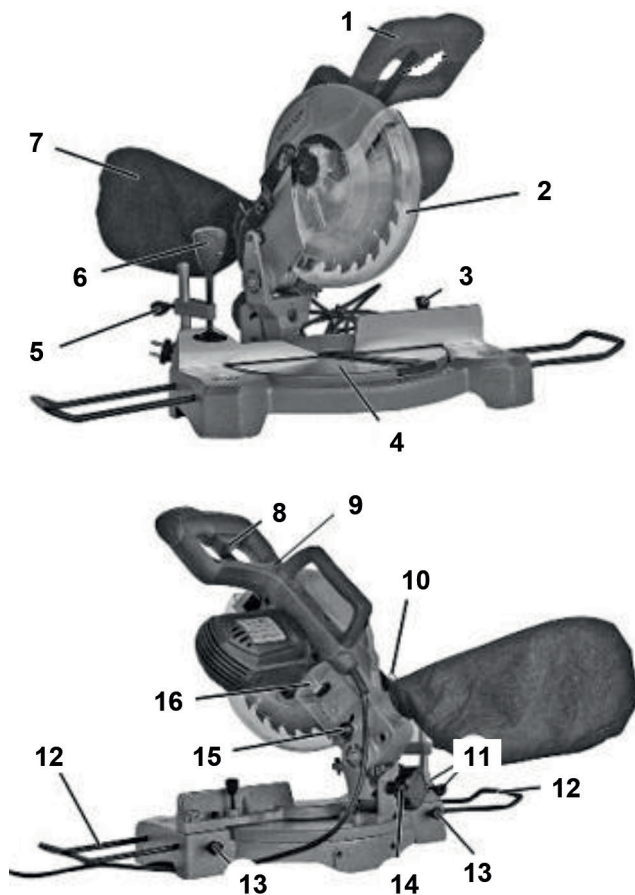
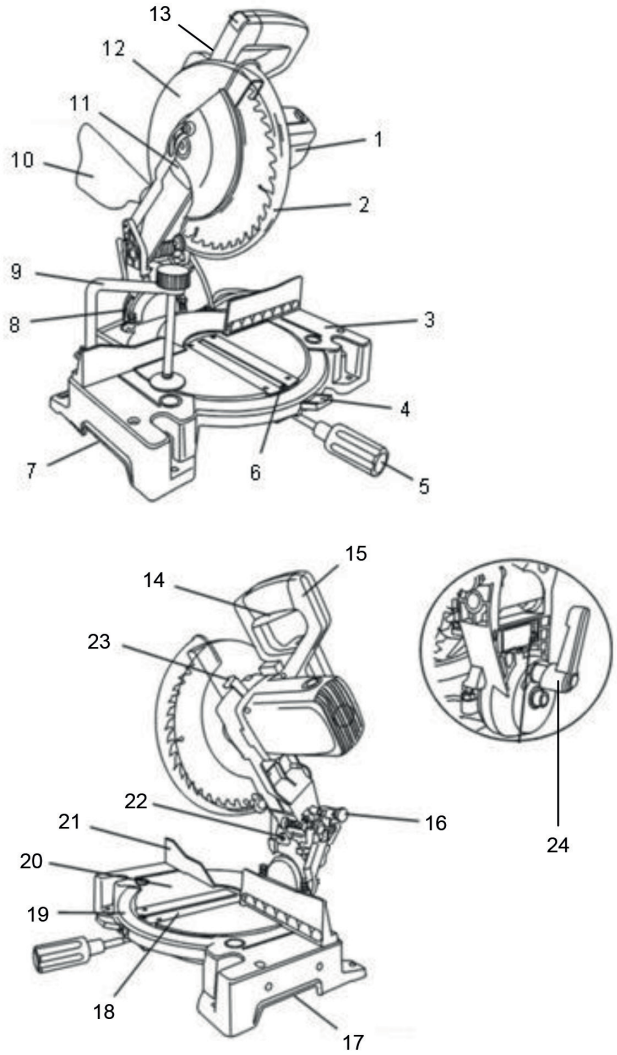

Рис. 1
Рис. 2
- 1.Нажмите и удерживайте фиксатор поворотного стола (9) (кроме ПТ 1221)
- 2.Ослабьте ручку поворотного стола (8) (рис. 7) против часовой стрелки (кроме ПТ 1221) Ослабьте винт фиксации поворотного стола (5) (рис. 1) против часовой стрелки (для ПТ 1221)
- 3.Поверните поворотный стол (10) на нужный угол
- 4.Отпустите фиксатор поворотного стола (9) (кроме ПТ 1221)
Зафиксируйте винт фиксации поворотного стола (5) (рис. 1) (для ПТ 1221)
Для пиления под углом от 90° до 45° ослабьте фиксатор наклона диска 13 (рис. 1), 24 (рис. 2), 17 (рис. 3). Наклоните блок мотора на нужный угол, ориентируясь по шкале наклона и затяните фиксатор наклона диска.